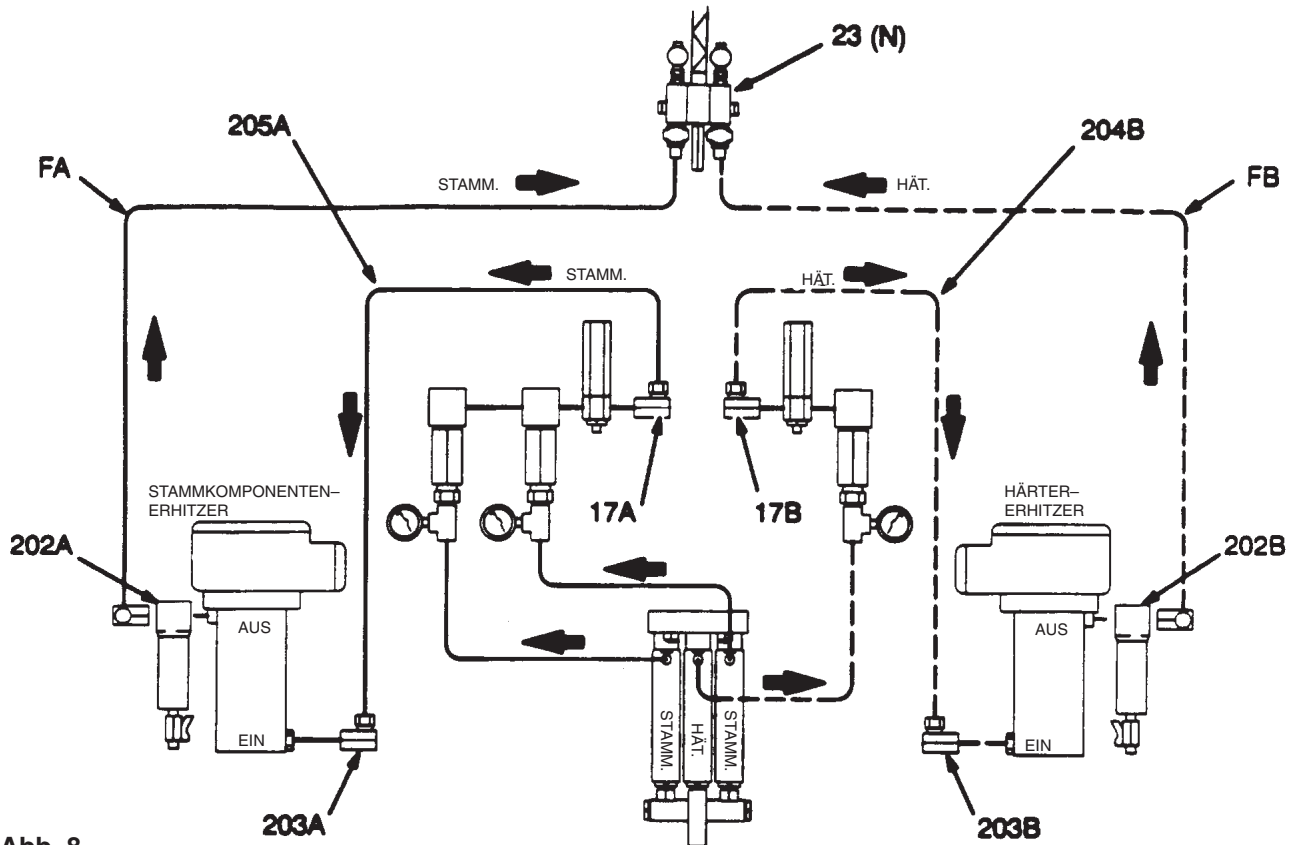

Abb. 8
Hinweis: Für die Verbindung zwischen den Erhitzer Auslassöffnungen und den Einlassöffnungen der Mischventile sind zwei Schläuche (FA, FB in Abb. 8) samt Fittings erforderlich.
1. Das Gelenk an den 90° Drehgelenknippel (17a, 17B) lösen und den Bogen (16a,16B) an den beiden Seiten des Mischventiles abnehmen. Die 90° Drehgelenknippel (17a, 17B) so drehen, dass die Auslassöffnungen nach oben zeigen. Siehe Abb. 8 und 9.
2. Einen neuen Härter Materialschlauch (204B) zwischen der 90° Drehgelenknippel (17B) und dem Gelenk (203B) am Erhitzer Einlass installieren. Siehe Abb. 8.
3. Einen zweiten Härter Materialschlauch (FB) zwischen dem Auslassrohrbogen (202B) des Erhitzers und der Härterseite des Mischventiles (23) installieren. Siehe Abb. 8.